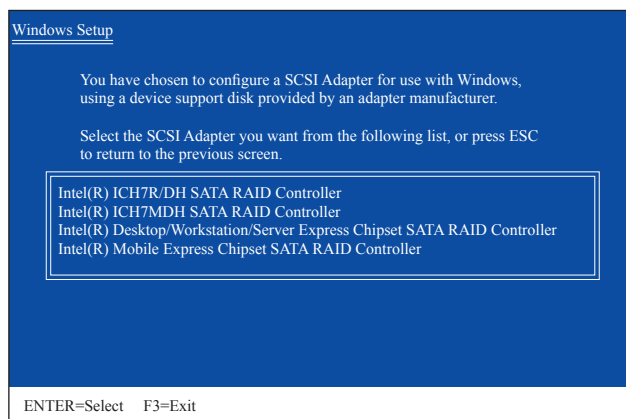

図 2
SATA RAID/AHCI ドライバを含むフロッピーディスクを挿入し、<Enter> を押します。次に、以下の図 2 のようなコントローラメニューが表示されます。**Intel(R) Desktop/Workstation/Server Express Chipset SATA RAID Controller** を選択し、<Enter> を押します。AHCI モードの場合、キーボードの矢印キーを使用して **Intel(R) Desktop/Workstation/Server Express Chipset SATA AHCI Controller** アイテムにスクロールし <Enter> を押します。